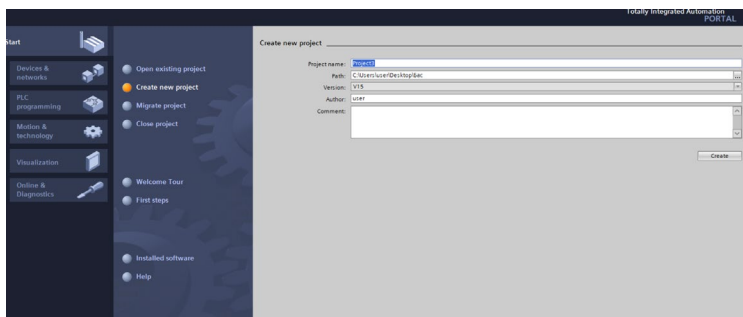

Рисунок 5 – Создание нового проекта
1. После загрузки программы для создания нового проекта нажать «Create new project» (рисунок 5).